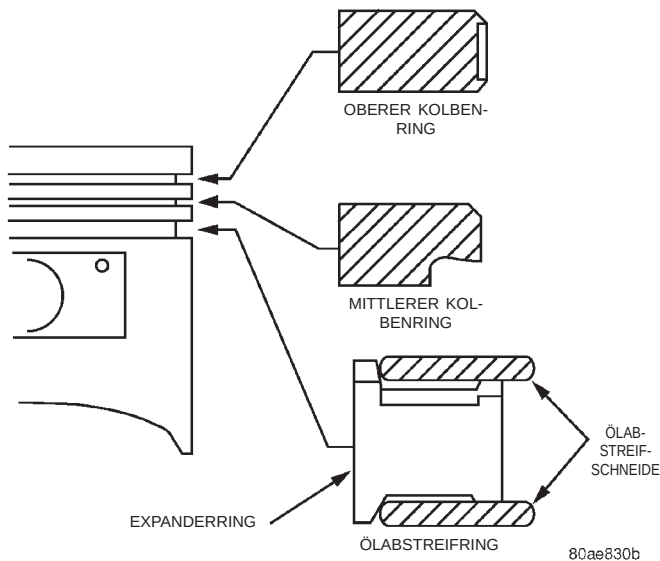

Abb. 9 Kolbenringe einbauen
(1) Oberer und mittlerer Kolbenring haben verschiedene Querschnitte. Die Herstellerkennzeichnung (Punkt) auf dem mittleren Ring muss nach oben zum Kolbenboden weisen (Abb. 9).